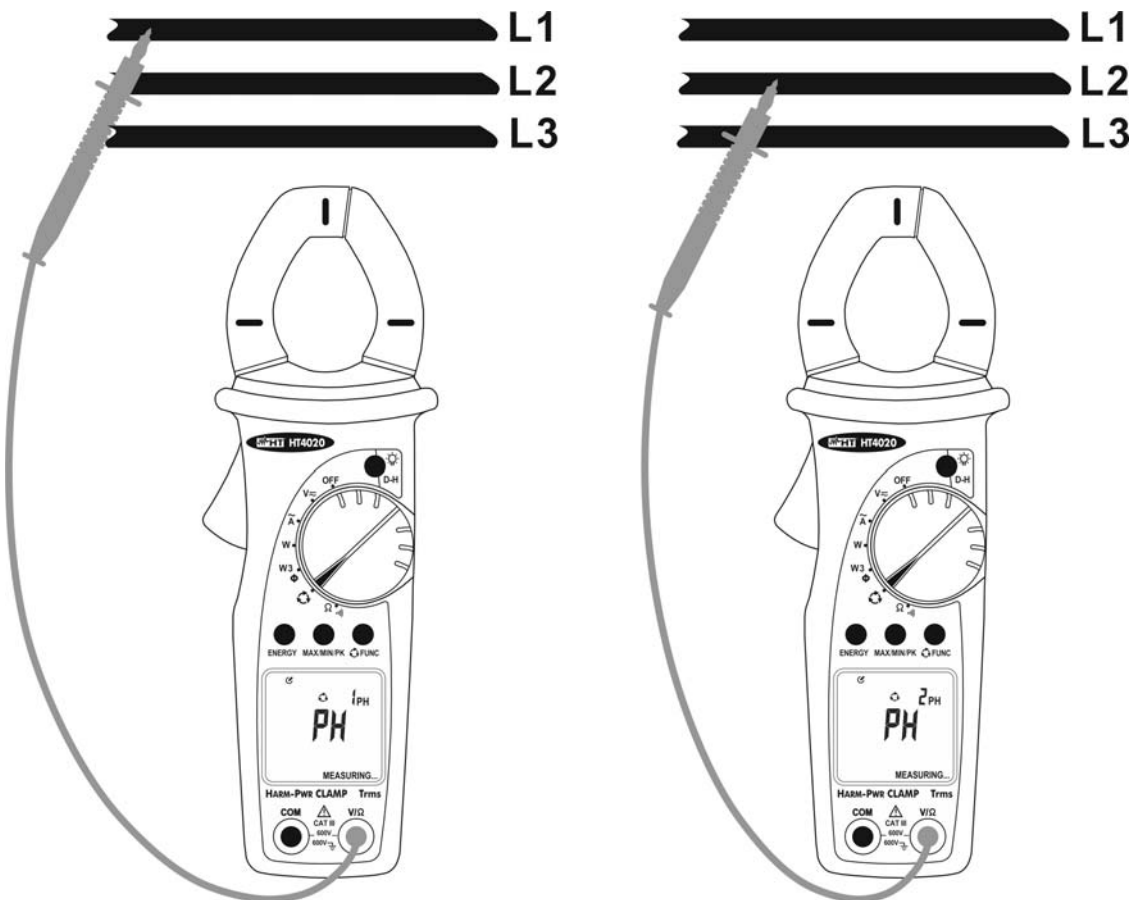

Abb. 13: Messung der Phasenfolge
- Verbinden Sie die rote Prüfspitze mit dem Leiter der L1. Phase. (s. Abb. 13 – linken Teil) Falls nötig kann die rote Prüfspitze an der Gummischutzhülle befestigt werden
8. Verbinden Sie die rote Prüfspitze mit dem Leiter der L2. Phase (s. Abb. 13 – rechten Teil)